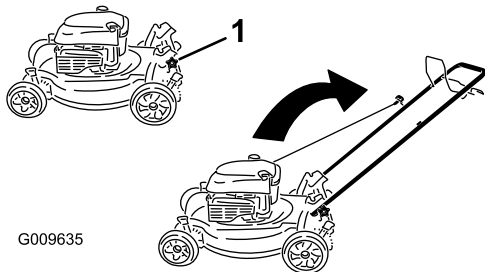

Figure 3
1. Retirez les boutons du guidon sur le carter de la tondeuse (Figure 3).
1. Bouton du guidon (2)
3. Montez et serrez les boutons du guidon retirés à l'étape 1 (Figure 3).